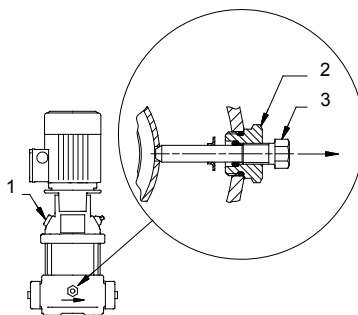

Рис. 3
2. Вывернуть резьбовую пробку (поз. 1) заливочной горловины в верхней части насоса. См. рис. 3.
2. Ослабить маленький винт перепускного клапана (поз. 3) и вытянуть его из стопорного приспособления до упора. См. рис. 3.